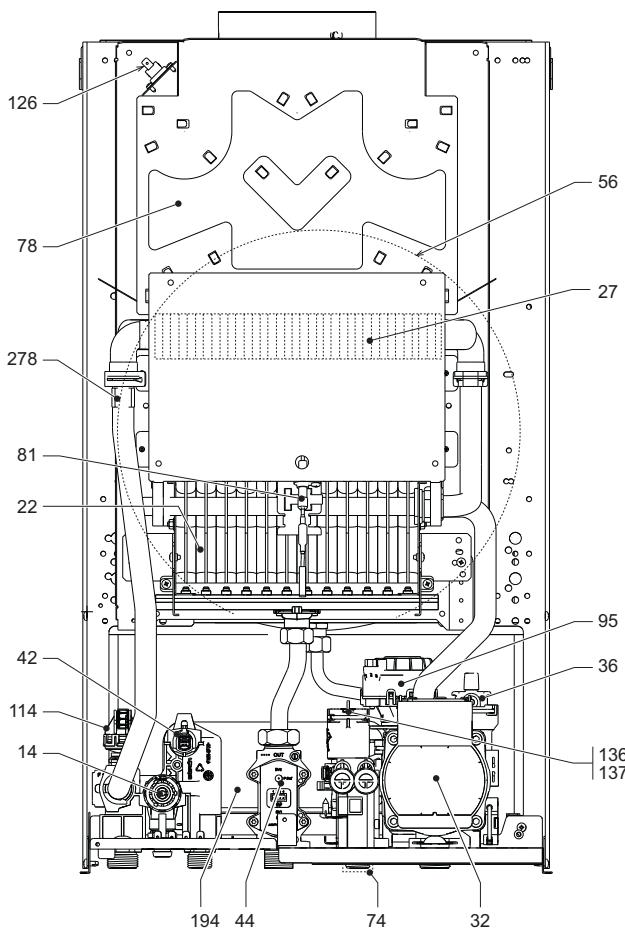
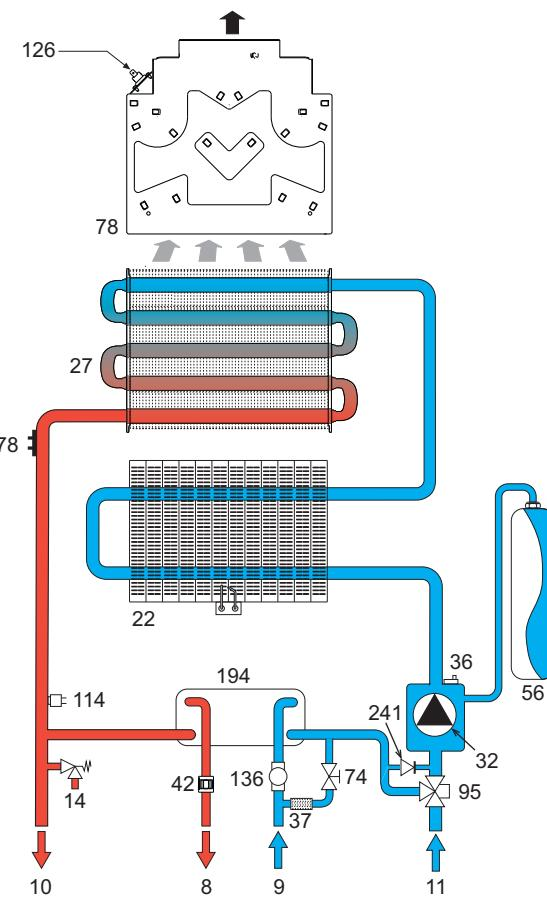
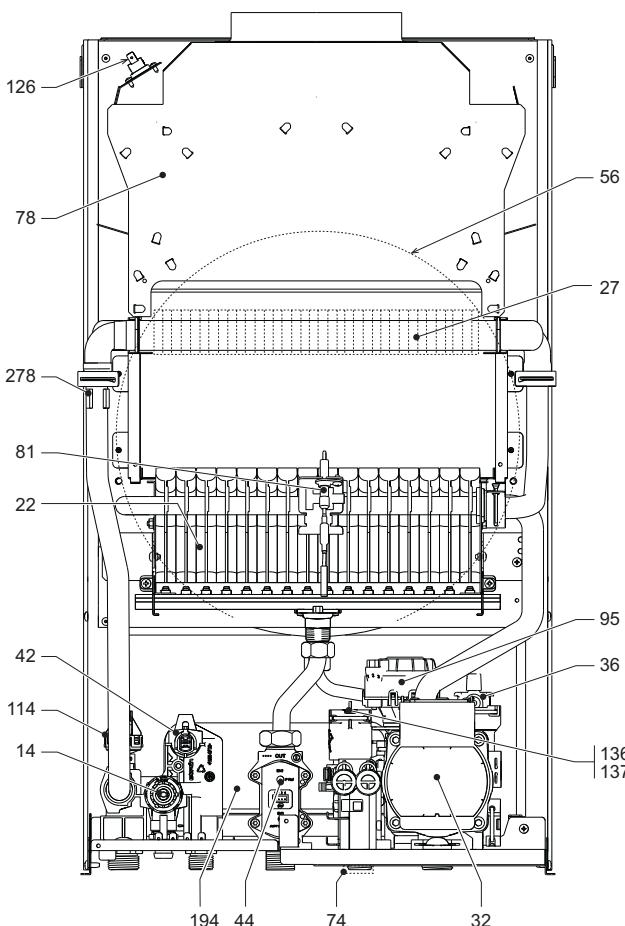

fig. 20 - Vista generale - DIVAtech D LN C24
fig. 22 - Circuito riscaldamento
fig. 21 - Vista generale - DIVATech D LN C30
5. CARATTERISTICHE E DATI TECNICI**Tabella. 3 - Legenda, fig. 20, fig. 21 e fig. 22**